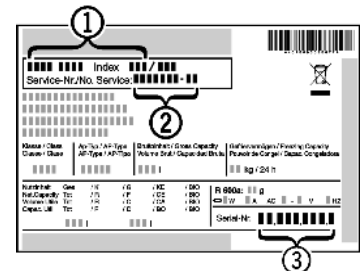

Fig. 16
- Обратитесь в сервисную службу и сообщите вид неисправности, наименование устройства Fig. 16 (1), сервисный № Fig. 16 (2) и серийный № Fig. 16 (3).